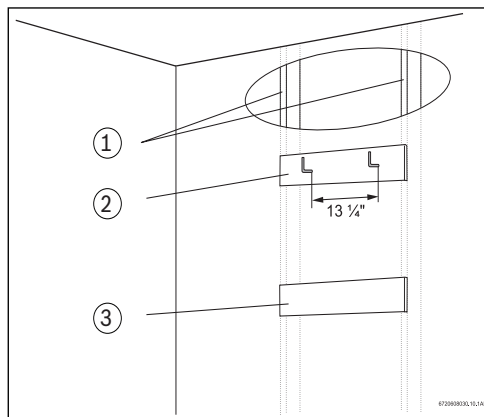

Fig. 7 Planches de soutien
Le chauffe-eau doit être monté au mur à l'aide de dispositifs d'ancrage adéquats. Dans le cas d'un mur à poteaux d'ossature murale et plaques de plâtre, il est recommandé de fixer d'abord sur une paire de poteaux une ou plusieurs planches de soutien, faites soit de tasseaux de 1x4 pi, soit de contreplaqué d'au moins ½ po, puis d'accrocher le chauffe-eau sur ces planches. Voir la Fig. 7.
- Fixez les deux pitons aux poteaux d'ossature murale ou aux planches de soutien, à 13 ¼ po l'un de l'autre (voir la Fig. 7).